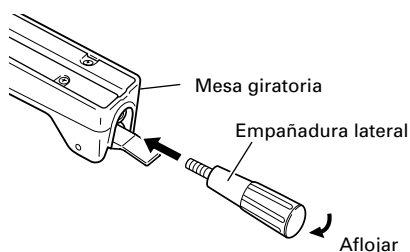

Fig. 6
2. Instale el asa lateral (Fig. 6)